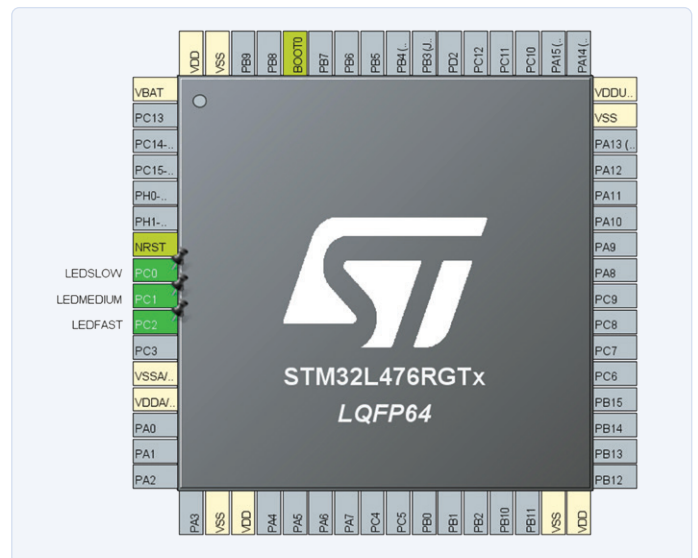

Figure 2. Configuration des sorties de l'UC STM32 dans STMCubeIDE.
- Configurer *PC0*, *PC1*, et *PC2* comme sorties *GPIO\_Output*. Faire un clic droit sur les broches et définir trois étiquettes utilisateur *User Labels* : *LEDSLOW*, *LEDMEDIUM* et *LEDFAST* (fig. 2).